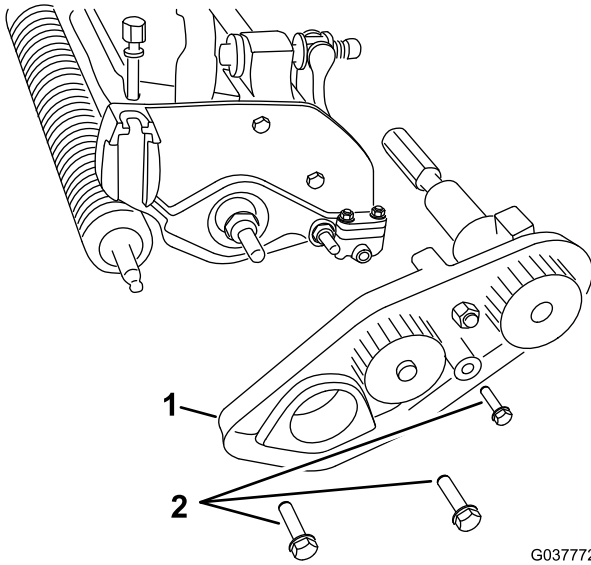

図 8
4. ベルト駆動アセンブリをカuttingユニットに固定しているボルト3本がある場合にはこれを外して、アセンブリ全体を外す 図 8。